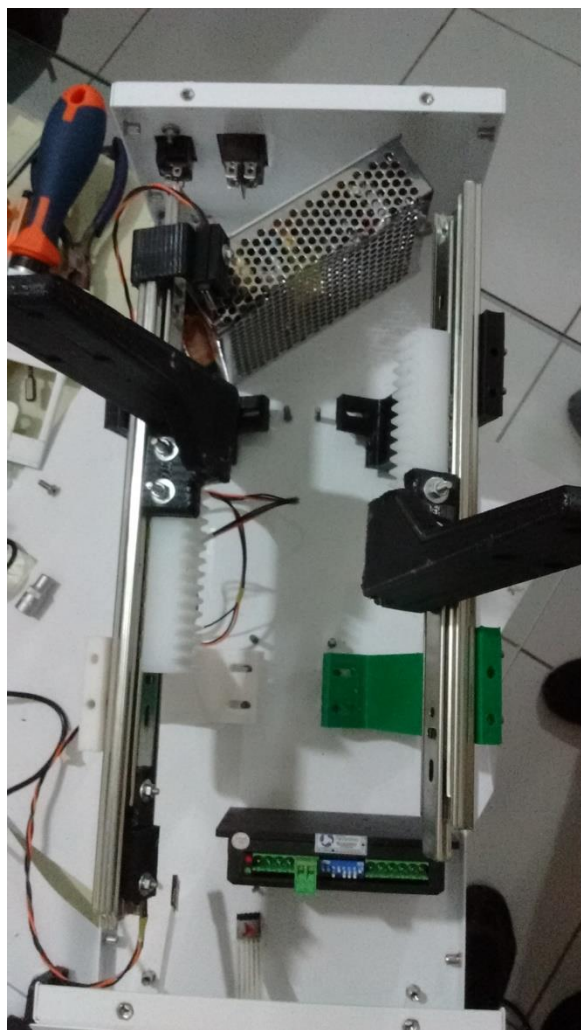

Figura 45 - Posicionamento dos trilhos no interior da carcaça.
3. Posicionar (mas não fixar) os trilhos na parte interna da carcaça, como na Figura 45